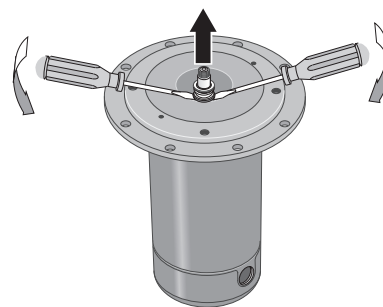

FIGURA 14 - QUITAR LA PLACA SELLADORA
- Quite al rotar la mitad del sello y coloque dos destornilladores debajo del aro sellador, cuidadosamente haga palanca hacia arriba (figura 14).